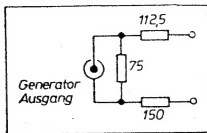

Bild 1:
- Antennennachbildung für MW, LW, KW gemäß [2], für FM siehe Bild 1.